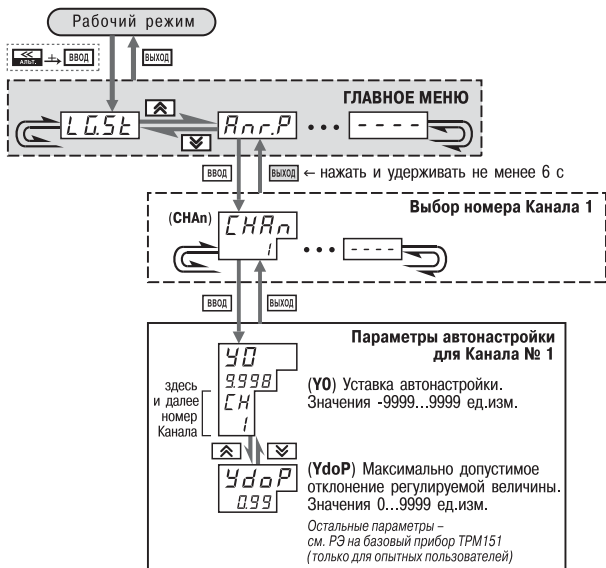

Рис. 52. Схема задания параметров Автонастройки с помощью кнопок на лицевой панели прибора
2. Установите в Конфигураторе (или с лицевой панели прибора, см. рис. 52) значения параметров автонастройки **Y0** и **YdoP** для выбранного Канала регулирования.